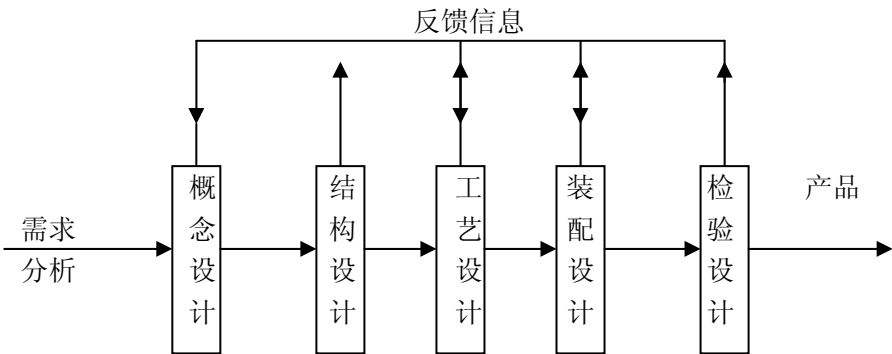
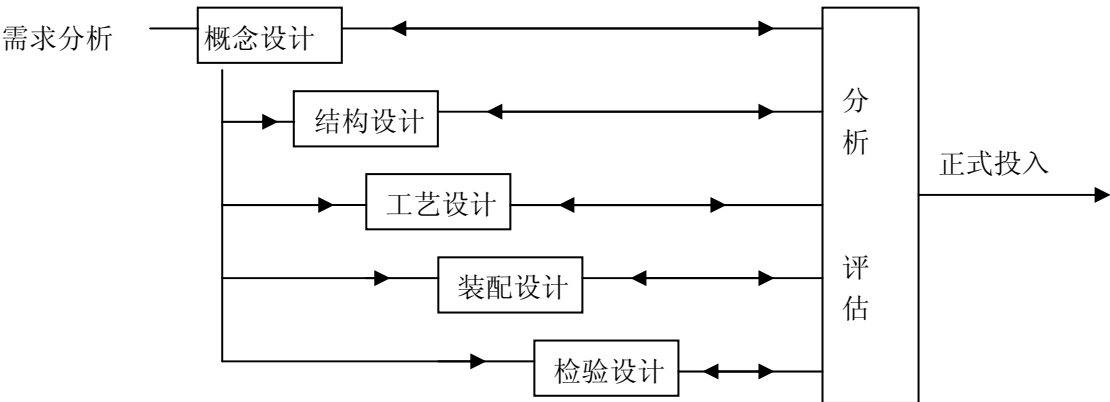

图 4-5 串行工程方法
图 4-6 并行工程方法
1. 过程重构。将传统的串行开发方法(见图 4-5)变成集成的并行的产品开发过程。(图 4-6 所示)